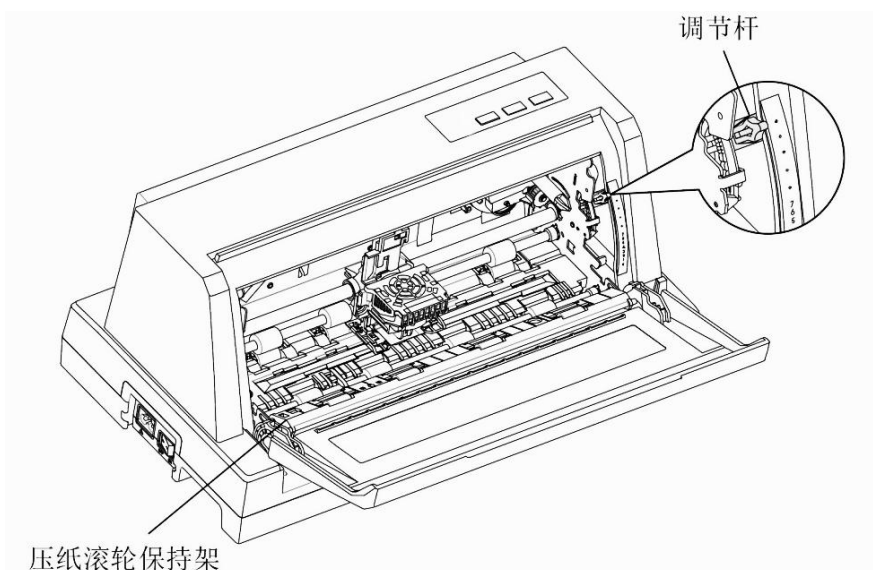

图 1
- 1) 确保打印机电源关闭。拉开前盖, 将调节杆调到最高档位, 并将压纸滚轮保持架翻转至图 1 位置。